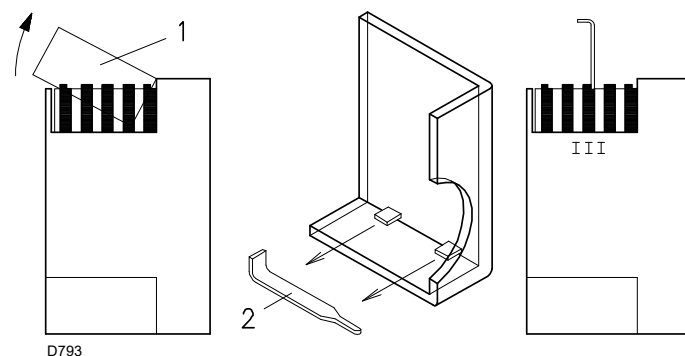
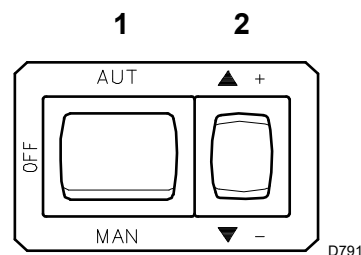

Fig. 23
Fig. 25
Cerrar los termostatos/presostatos y poner el interruptor de la Fig. 25 en la posición **"MAN"**.
La potencia MÁX se elige dentro del "Campo de trabajo" a pág. 9. En la descripción anterior, hemos dejado el quemador encendido, funcionando a la potencia MÍN. Apretar ahora el botón 2)(Fig. 25) "aumento de potencia" y mantenerlo apretado hasta que el servomotor haya abierto el registro del aire y la válvula de mariposa del gas a 90°.
La potencia MÍN se elige dentro del "Campo de trabajo" a pág. 9. Presionar el botón 2)(Fig. 25) "disminución de potencia" y mantenerlo apretado hasta que el servomotor haya cerrado el registro del aire y la válvula de mariposa del gas hasta 15° (ajuste de fábrica).
Si es necesario disminuirlo, reducir un poco el ángulo de la leva III (Fig. 23) mediante cortos desplazamientos consecutivos, es decir, pasando del ángulo 15° a 13° - 11°....
- Si se desea aumentarlo, pulsar un poco el botón "aumento de potencia" 2)(Fig. 25) (abrir de 10-15° la válvula de mariposa del gas), aumentar el ángulo de la leva III (Fig. 23) mediante cortos desplazamientos consecutivos, es decir, pasando del ángulo de 15° a 17° - 19°....
El servomotor sigue la regulación de la leva III sólo cuando se reduce el ángulo de la misma. Si es necesario aumentar el ángulo de la leva, primero hay que incrementar el ángulo del servomotor mediante la tecla "aumento de potencia", luego aumentar el ángulo de la leva III y por último volver a llevar el servomotor a la posición de potencia MÍN con la tecla "disminución de potencia". Si se debe regular la leva III, extraiga la tapa 1)(Fig. 23), introducida a presión, como se indica en la (Fig. 23), saque la chaveta 2)(Fig. 23) de su interior e introdúzcala en la incisión de la leva III.
Apretar un poco el botón 2)(Fig. 25) "aumento potencia" de manera que un nuevo tornillo 5)(Fig. 23) aparezca en el interior de la apertura 6)(Fig. 23), regularla hasta obtener una óptima combustión. Proceder del mismo modo con los demás tornillos.
Prestar atención para que la variación del perfil de la leva sea progresiva. Apagar el quemador a través del interruptor 1)(Fig. 25), posición OFF, desbloquear la leva de perfil variable, situando la ranura 2)(Fig. 25) en posición vertical desde el servomotor, y verificar varias veces, haciendo girar a mano la leva hacia adelante y hacia atrás, que el movimiento sea suave y sin atascos. Si es posible, intentar no desplazar los tornillos de los extremos de la leva, regulados anteriormente para la abertura del registro del aire a la potencia MÁX y MÍN.
- retirando la tapa y accionando el interruptor "AUT/MAN" de Fig. 25.